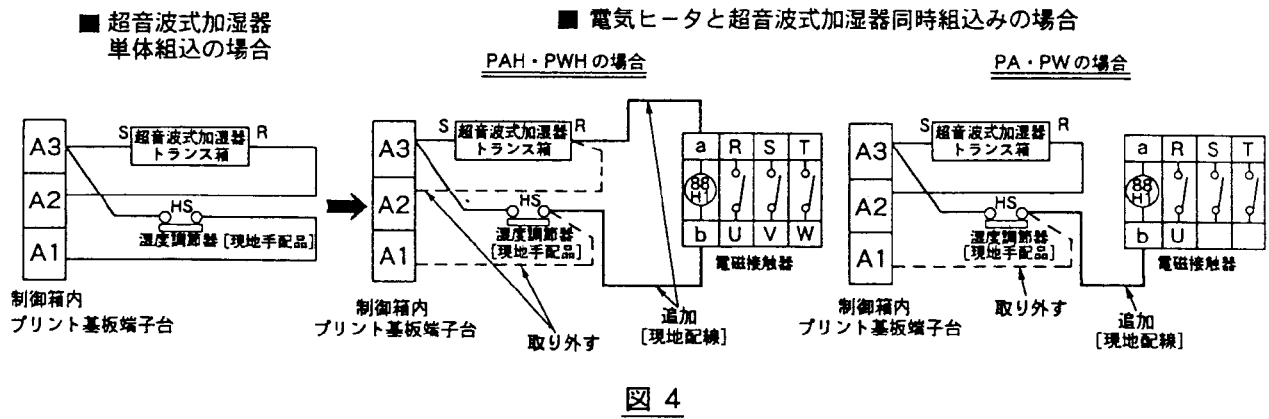

図 4
- 超音波式加湿器と同時組込める場合、超音波式加湿器の配線 [現地配線] を図4の様に変更してください。